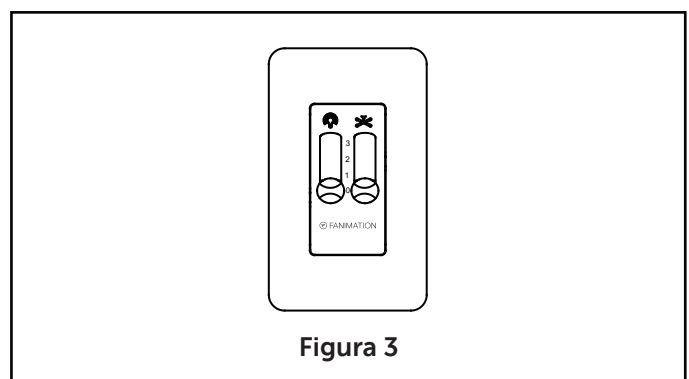

Figura 3
3. Funciones del control de pared: (Figura 3)